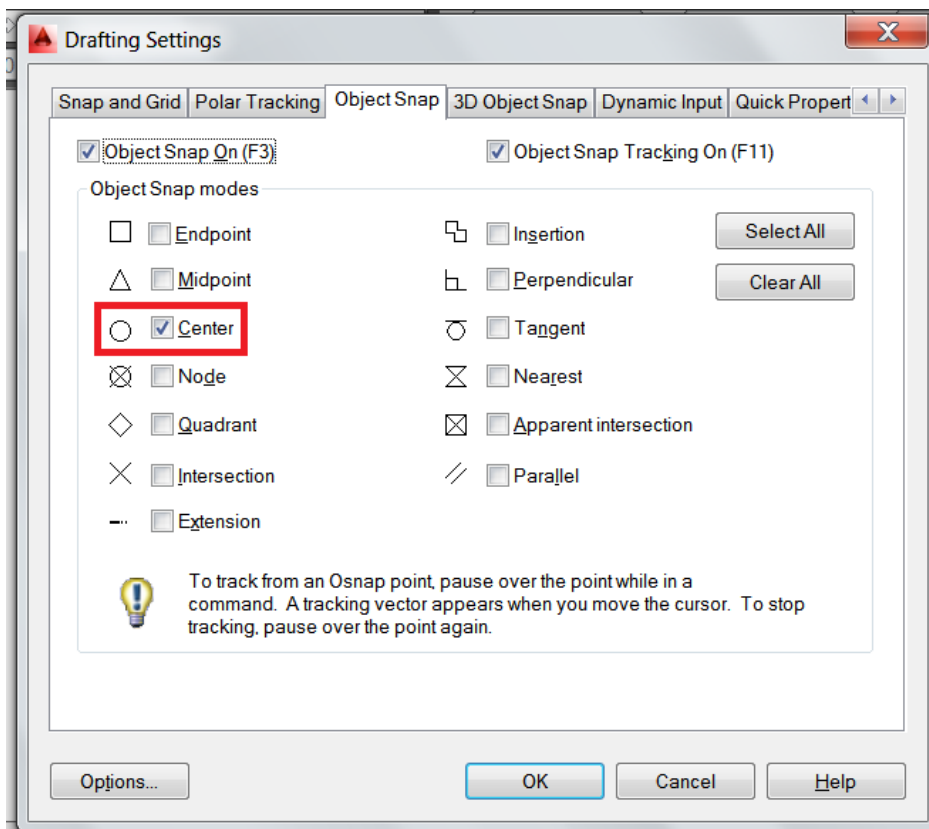

Figura 24 – Janela para configuração do osnap
- Utilizar a opção de SNAP apenas para o centro utilizando o comando “osnap” na tela de desenho do AutoCAD, conforme Figura 24;